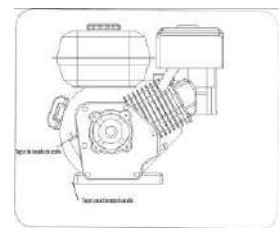

Figure 25
2. Dévisser le bouchon de remplissage du tube de remplissage et essuyer la jauge. Voir la figure 25.
1. Localisez le bouchon de vidange d'huile, voir figure 25.
3. Nettoyez la zone autour du bouchon de vidange d'huile, voir la figure 25.